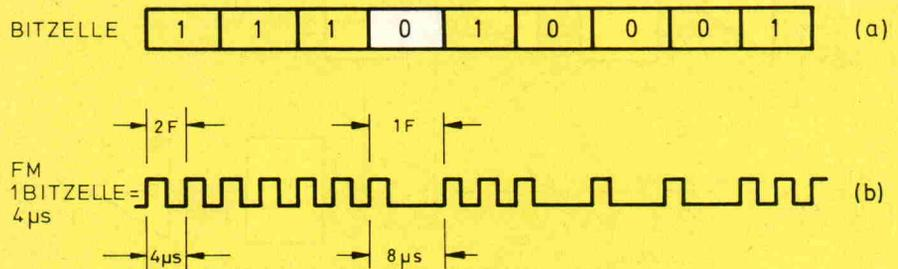

Bild 2. Darstellung einer Bit-Zelle für das FM-Verfahren
Aufzeichnungsverfahrens wird durch den Controller bestimmt. Die Aufzeichnung erfolgt beim SA 400 nach dem Frequenz-Modulationsverfahren (FM). Dabei werden zwei verschiedene Schreibfrequenzen benutzt. Wie dies im einzelnen aussieht, geht aus Bild 2 hervor. Das übertragene Datenbit ist im Bild gekennzeichnet. Die übrigen Bits einer 'Bitzelle' dienen Steuerzwecken. Es werden neun Bit übertragen, wobei ein eventuell vorhandenes Datenbit im Zentrum der Bitzelle steht. Jede Bitzelle beginnt mit einem Clockbit.